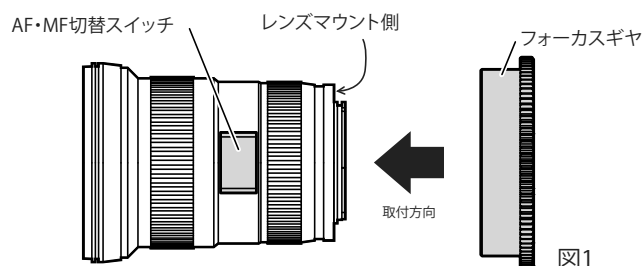

図1
1 本製品をレンズに対してまっすぐに図1の向きで装着する
- フォーカスギヤの挿入方向を間違わないよう注意してください。(図1)
- 着脱の際は切替スイッチとギヤの切り欠き部を合わせてください(図1・3)